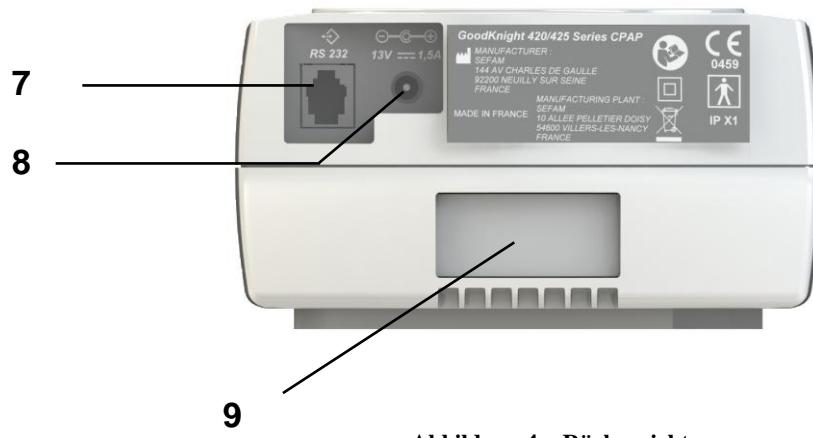

Abbildung 4 – Rückansicht
4. Stecken Sie das Kabel des Steckernetzteils in den Stromversorgungsanschluss auf der Geräterückseite (Punkt 8 der Abbildung 4 – Rückansicht auf Seite 37).
1. Schließen Sie das eine Ende des Batteriekabels an den an der Rückseite des Beatmungsgerätes befindlichen Batterieanschluss (siehe Ziffer 8 der Abbildung 4 – Rückansicht auf Seite 37) an.
1. Schließen Sie das Kabel des Zigarettenanzünders an den Stromversorgungsanschluss an der Geräterückseite (Punkt 8 der Abbildung 4 – Rückansicht auf Seite 37) an.